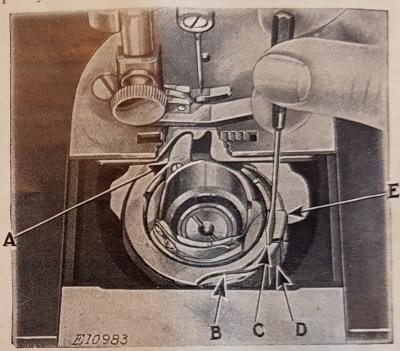

Fig. 19. Spolhylsan i läge.
Hur spolhylsan urtages. (se fig. 19).
Tag ur spolen ur spolhylsan. Vrid balanshjulet mot Eder tills slutet av griparringen (E) är mitt fram, som synes å bilden. Satt den maskinen medföljande lilla skruvmejseln i skårans (C) mellan ringen och kanten på fjädern (D), som framgår av fig. 19. Tryck skruvmejseln nedåt och vrid den ett halvt varv åt höger, så att den går ned i skårans och lossar fjädern. Håll balanshjulet med högra handen så att det icke rör sig och sätt med den
(Se fig. 19).